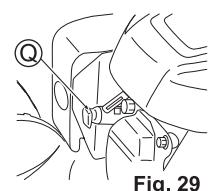

Fig. 29
- Remova o terminal da vela de ignição (Q). (Veja a fig. 29)